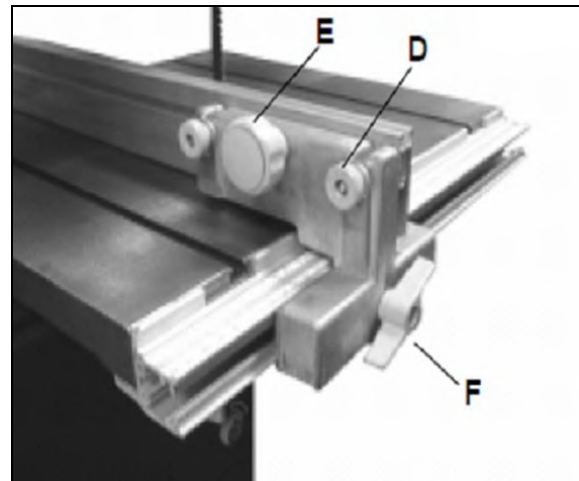

Fig 8
Montieren Sie das Anschlaglineal (C) mit zwei kleinen Rändelmuttern und M6 x 40 Flachrundschauben (D) am Gussteil (B) und setzen Sie den Sterngriff (E) fest. (siehe Fig 8)